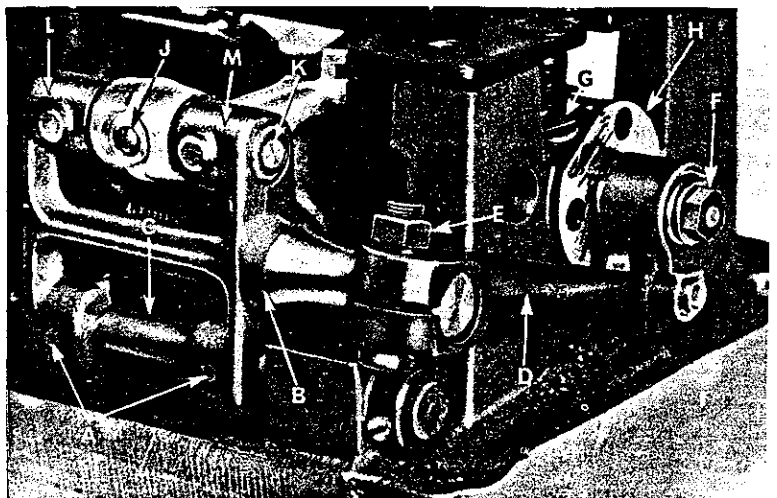

Fig. 10
En caso de que sea necesario mover el alimentador hacia la izquierda o hacia la derecha, afloje los tornillos (A, Fig. 10) que mantienen el balanceo del porta-alimentador No. 56335 G (B) en su barra No. 56335 (C), mueva el balanceo hacia adelante o hacia atrás, según sea necesario, y apriete de nuevo los tornillos. Asegúrese de que el brazo del balanceo (D) esté completamente libre durante un ciclo entero, girando el volante a mano. También asegúrese de que los dientes no rocen ni adelante, ni atrás y de que salgan por detrás del pie para alimentar la tela antes de que bajan.
Ajuste la puntada el largo requerido. Esto se hace de la siguiente manera: Afloje la tuerca de fijación $1/2$ vuelta (F, Fig.10) (tiene una rosca izquierda)